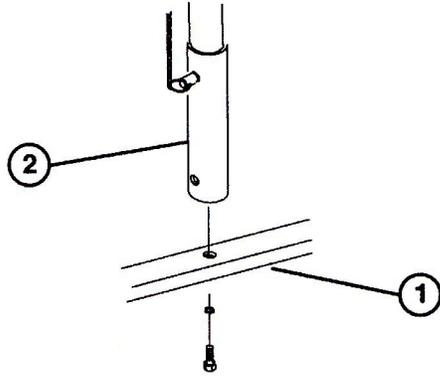

図8
1. 後キャスタ/セーフティスタンドを出荷用パレットに固定しているボルトとナットを取り外す(図8)。このボルトナットとワッシャはキャスタホイールの取り付けに使用するのではなくさないようにする。